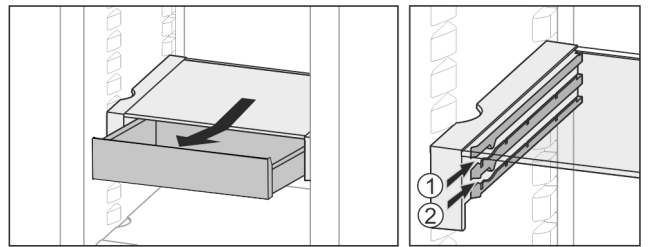

Fig. 60
- İstenen yükseklikte Fig. 60 (1) veya Fig. 60 (2) içeri itin.